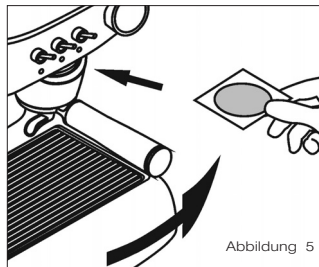

Abbildung 5
Verfahren Sie weiter nach Punkt 3.1 und 3.2 Wecheln Sie unter Lösen der Schraube im Brühkopf die Dusche. Setzen Sie das Sieb für Kaffeecialda´s (flaches Sieb) in den Siebträger ein **7** bzw. verwenden Sie den Spezialsiebträger (10)(optional). Legen Sie die Kaffeecialda´s in den Siebträger.(siehe Abbildung 5)